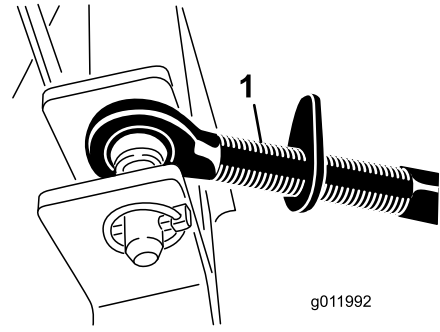

図4
1. 上リンクをブラケットの穴に接続し、クレビスピンとリンチピンで固定する 図4。